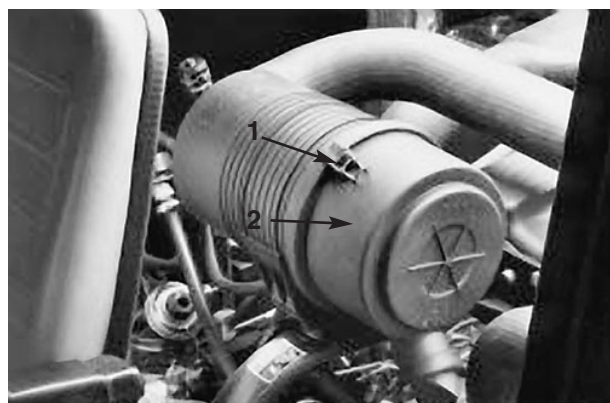

Figure 28
2. Sortez l'élément primaire (Fig. 28) du corps du filtre avec précaution pour ne pas déloger trop de poussière. Evitez de cogner l'élément contre les parois du filtre. N'enlevez pas l'élément de sécurité.